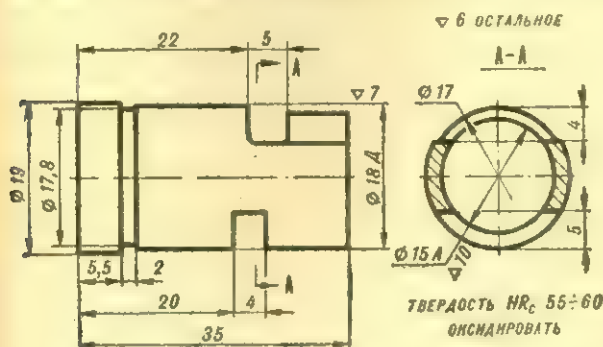

РИС. 2. ГИЛЬЗА.
**Гильза** (рис. 2) из стали ШХ15 закалена и оксидирована. В гильзе сделаны прорезные окна (выхлопное и перепускное), улучшающие рабочий процесс и снижающие гидравлические потери.